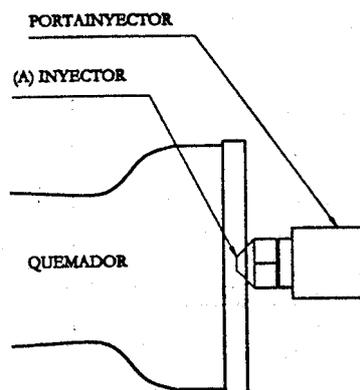

Fig. 1
Démonter les injecteurs (A) des brûleurs (Fig. 1) et les remplacer par les adéquats selon le gaz à utiliser (Tableau 1).